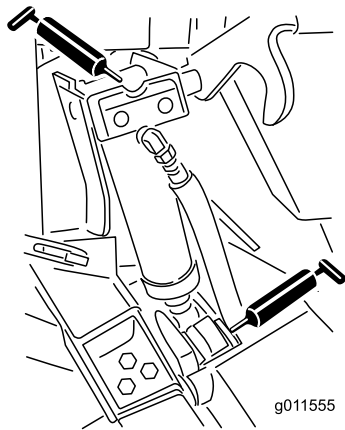

Figura 75
- 4 casquillos de los cilindros de elevación (Figura 75)